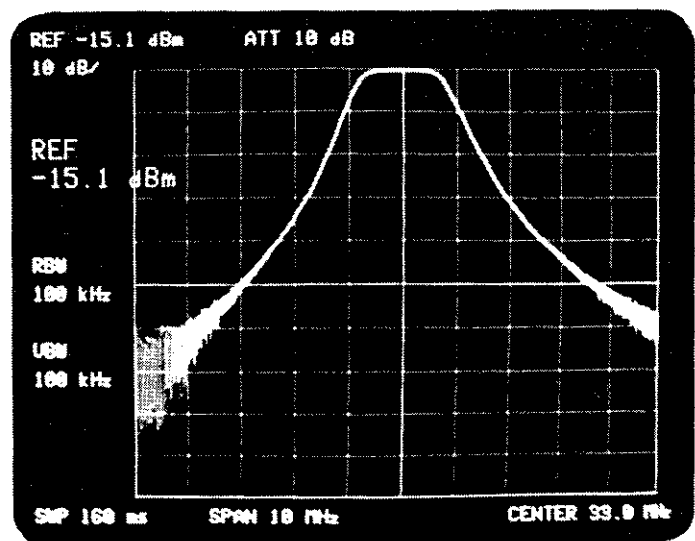

図 7-2 NORMAL モードの波形
- ① **TRACKING GENERATOR OUTPUT** コネクタを、増幅器またはフィルタの入力に接続し、増幅器またはフィルタの出力を **TR4171** の **INPUT** コネクタに接続します。
- ② **MAG** を押して、トラッキング・ジェネレータを ON に設定します。
- ③ 通過特性を測定し、適切な **T.G. LEVEL**, **INPUT ATT.**, **REF. LEVEL** を選択して下さい。(図 7-2)